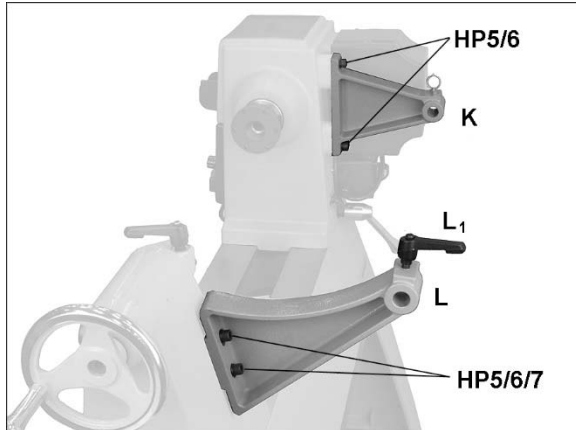

Figura 6-3: instalación de soportes
1. Instale el soporte del protector (K, Figura 6-3) en el cabezal.
2. Instale el soporte del comparador (I, Figura 6-3) en el contrapunto por medio de sujetadores. Los agujeros del soporte están ranurados para alinearse con el soporte del protector.
3. Instale la manija de traba (L₁, Figura 6-3).